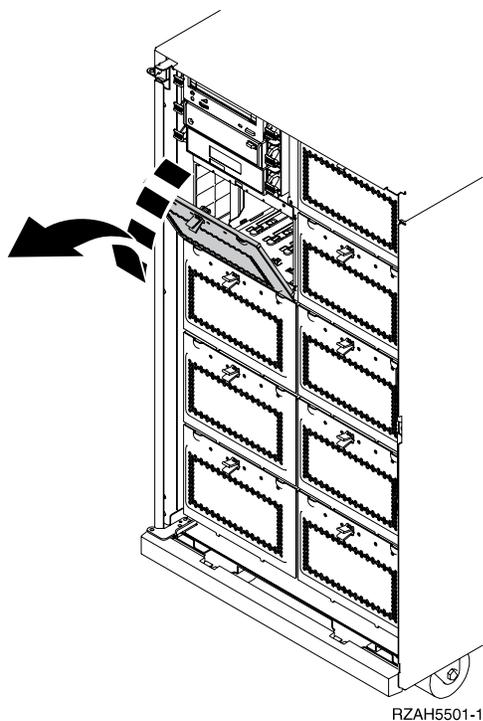

Figure 35. Retrait du cache du boîtier de l'unité de disques
- \_\_\_ 1. Comme illustré à la figure 35 à la page 44, retirez le cache du boîtier de l'unité de disques.